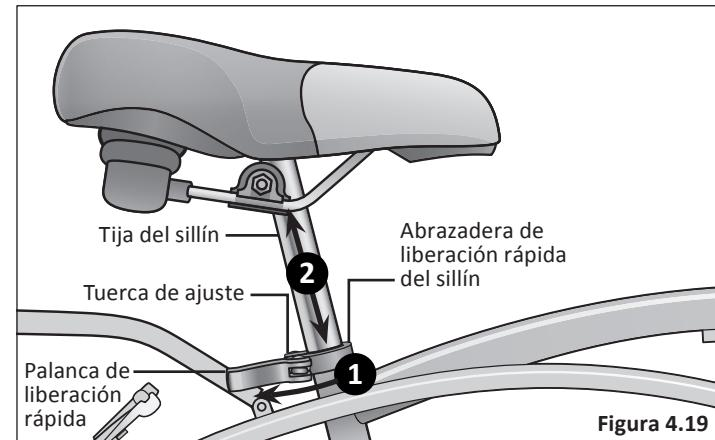

Figura 4.19
- 1** Desbloquee la palanca de liberación rápida. **Figura 4.19**